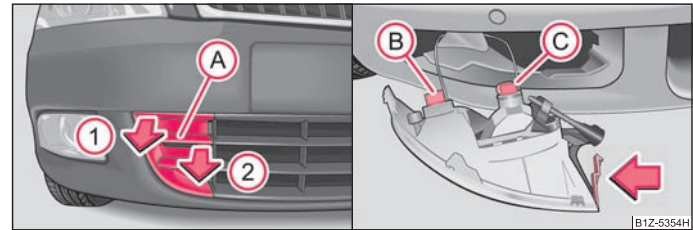

Fig. 194 Bara de protecție față: Grilaj de protecție / demontarea proiectoarelor de ceață
Fișa B - Becul luminii de zi* ⇒ fig. 194. Fișa C - Becul proiectorului de ceață.
- Introduceți degetul în orificiul A ⇒ fig. 194.
- Introduceți mâna în deschizătura în care s-a aflat capacul și apăsați dispozitivul de prindere cu arc ⇒ fig. 194 dreapta.